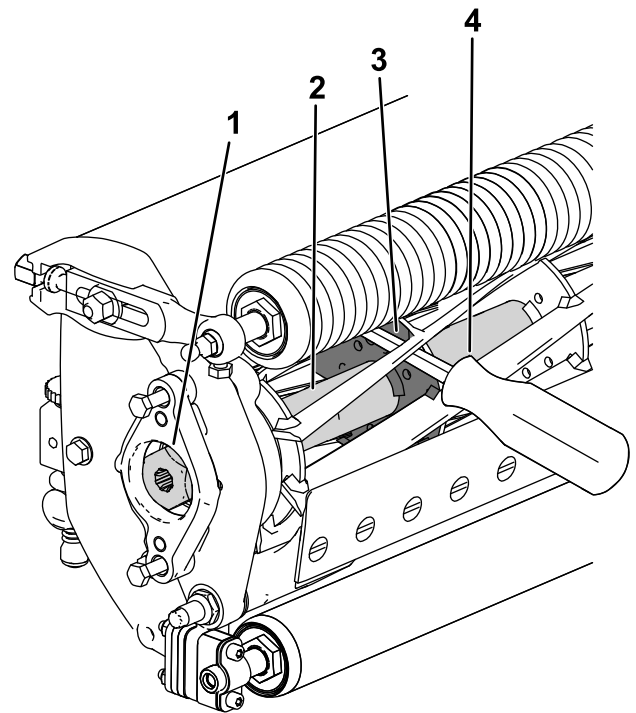

Figura 32
2. Inserte una palanca de mango largo (se recomienda de $\frac{3}{8}$ " x 12" con mango de destornillador) por la parte inferior del molinete de corte, lo más cerca del lateral de la unidad de corte que va a apretar (Figura 32).
3. Coloque la palanca contra la parte soldada de la placa de soporte del molinete (Figura 32).